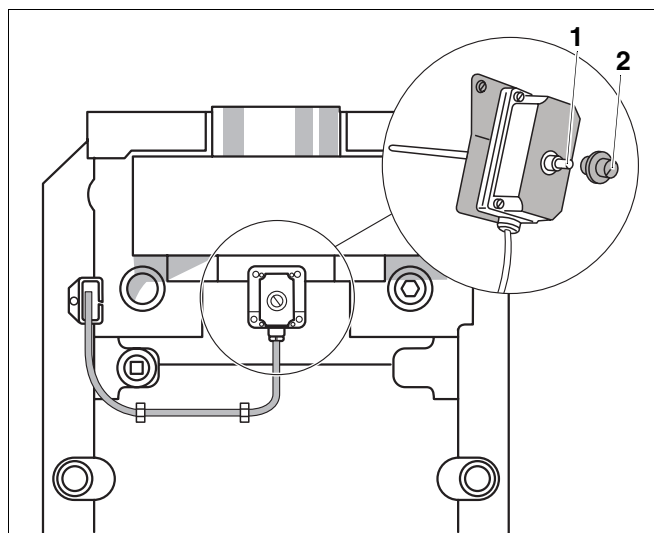

Рис. 3 Система контроля дымовых газов AW 10
- На системе дымовых газов AW 10 (рис. 3) примерно через две минуты снимите защитный колпачок (рис. 3, **поз. 2**) и нажмите разблокировочный штифт (рис. 3, **поз. 1**).